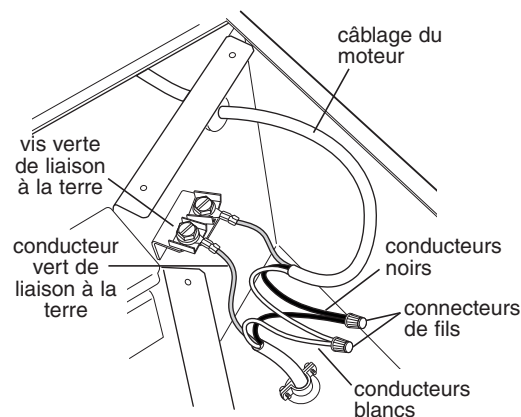

FIGURE 3
**3.** Réaliser les raccordements du câblage. (Voir le schéma de câblage à la FIGURE 3.)